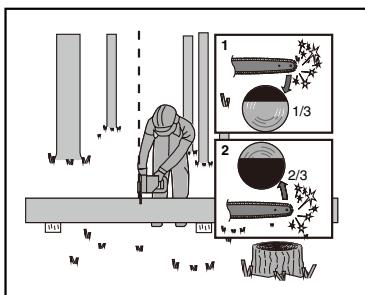

Figure 5
Lorsque le tronc est soutenu aux deux extrémités, comme illustré à la Figure 5, coupez au 1/3 de son diamètre par le dessus (tronçonnage par le dessus) (1). Puis, terminez la coupe en tronçonnant par le dessous (2) les 2/3 plus bas pour rencontrer la première coupe.